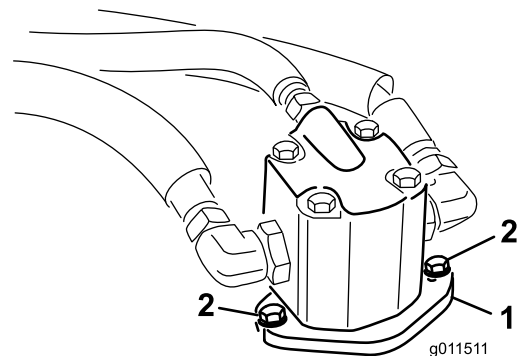

Figura 1
3. Retire os parafusos que fixam o motor hidráulico à plataforma (Figura 1).